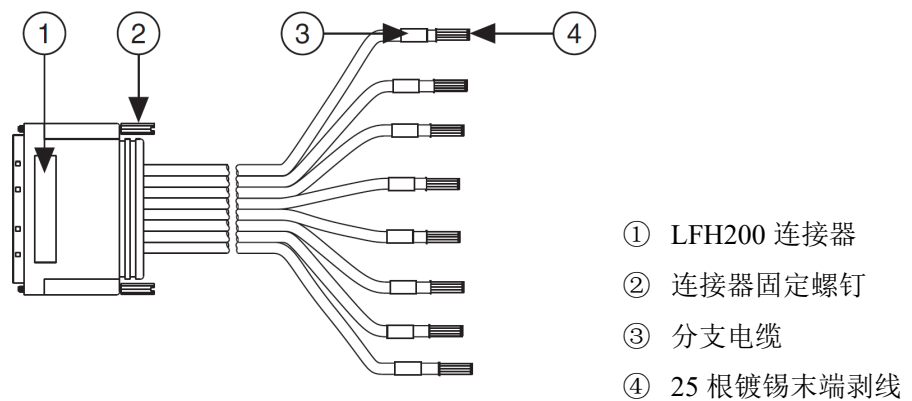

图 2, LFH200M-HTSL-C-1m 示意图
- LFH200M-HTSL-C-1m，即 LFH200 转散线（图 2）